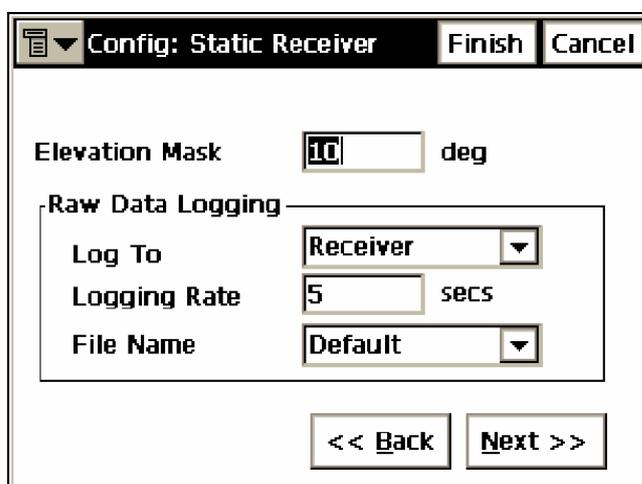

Рисунок 3-40. Настройка: Статический Приемник
1. Введите Маску возвышения и параметры записи сырых измерений: устройство, в которое следует их записывать, частоту записи и имя файла (рис. 3-40).